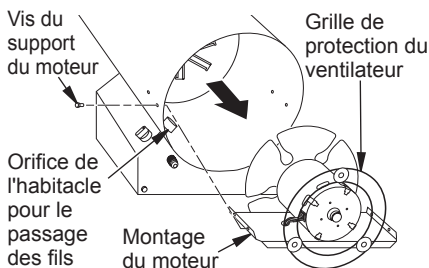

Figure 6 - Retrait du moteur, du support du moteur et de la grille du ventilateur de l'appareil
5. Retirez les vis qui retiennent le support du moteur à l'habillage. Employez un tourne-écrou (voir figure 6).